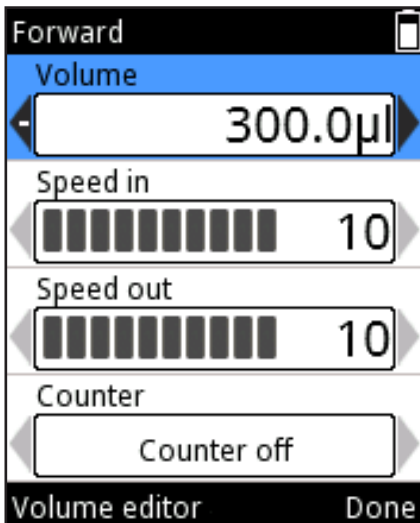

Abb. D5.
2. Das Volumenfeld wird hervorgehoben (Abb. D5).